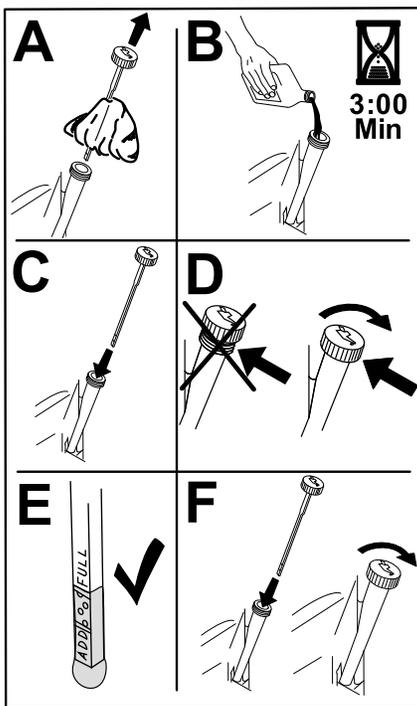

Bild 51
6. Gießen Sie langsam ungefähr 80 % der angegebenen Ölart in den Einfüllstutzen und füllen Sie dann vorsichtig mehr Öl ein, um den Ölstand an die Voll-Markierung zu bringen (Bild 51).